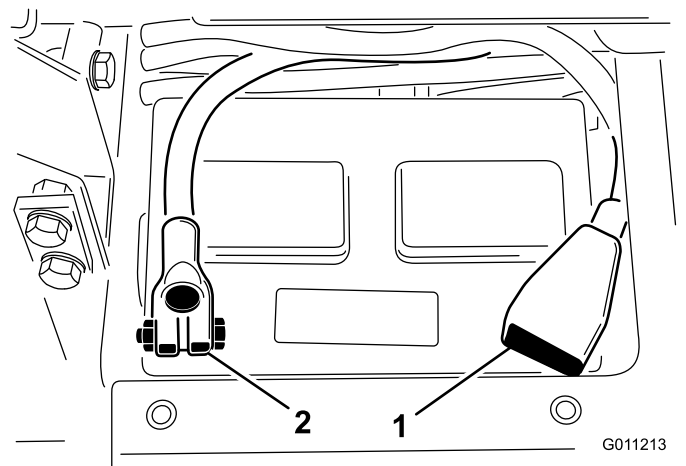

Figura 5
4. Conecte el cable positivo (rojo) al borne positivo (+) de la batería, y sujételos con un perno de cabeza cuadrada y una tuerca (Figura 5).
5. Conecte el cable negativo (negro) al borne negativo (-) de la batería, y sujételos con perno de cabeza cuadrada y una tuerca (Figura 5).